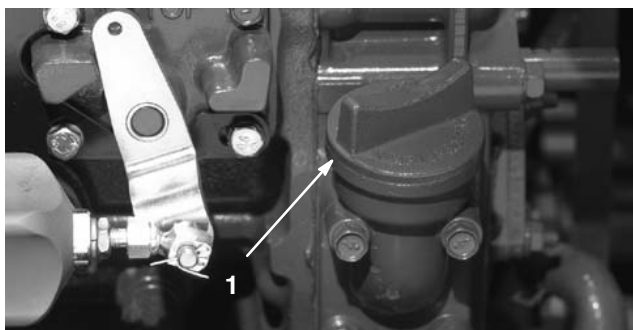

Figure 2
4. Si le niveau n'atteint pas le repère du plein (FULL), enlevez le bouchon de remplissage (Fig. 2) et faites l'appoint jusqu'à ce que le niveau correct soit atteint. **Ne remplissez pas excessivement.**